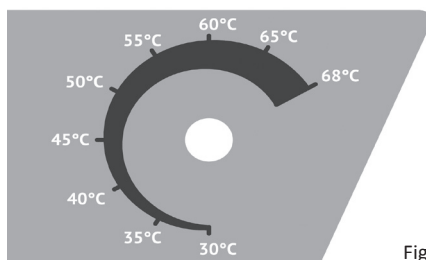

Fig. 1
Portando l'interruttore generale in posizione (I) si alimenta l'essiccatore. La ventola inizierà così a ruotare al suo regime di giri massimo. Agendo a questo punto sulla **manopola di regolazione** (fig.1) si varierà a piacimento la temperatura di esercizio in una scala che va da 30°C a 68°C. La **manopola di regolazione** permette di regolare la temperatura del flusso d'aria operando direttamente sul termostato di regolazione. Durante la fase di lavoro si sentirà un "click" ogni volta che sarà raggiunto il regime termico impostato tramite il termostato stesso.